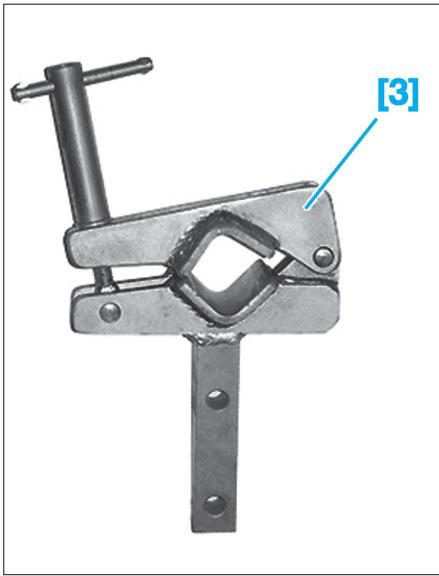

Fig. 7
- [3]. Outil de maintien du corps d'amortisseur dans l'eau (Ref. Facom D22) (Fig.7).